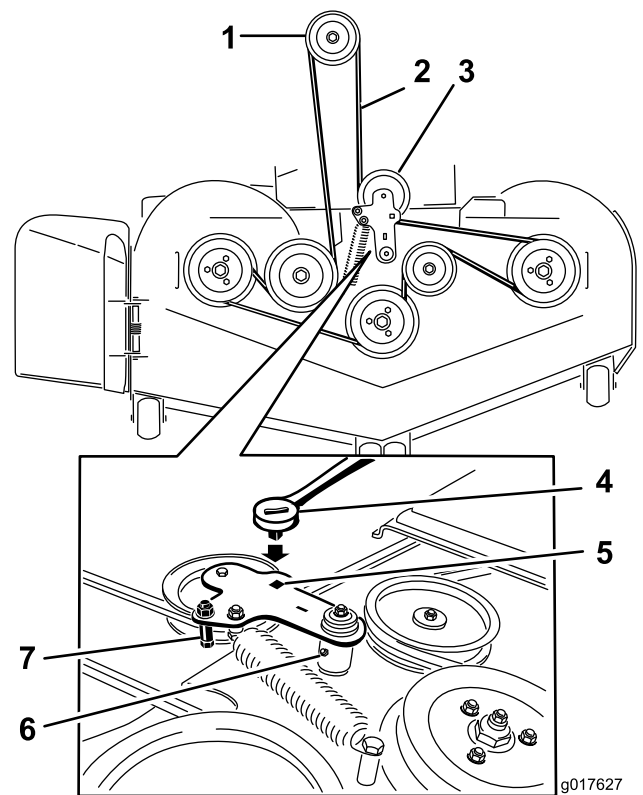

Figura 57
10. Instale la guía de la correa en el brazo tensor (Figura 57).
11. Utilizando la llave de carraca en el taladro cuadrado, instale el muelle tensor (Figura 57).
5. Utilice una llave de carraca en el taladro cuadrado del brazo tensor para aliviar la tensión del muelle tensor (Figura 57).
7. Instale la guía de la correa en el brazo tensor tensado con muelle (Figura 57).
9. Pase la correa nueva alrededor de las poleas del cortacésped y de la polea del embrague, debajo del motor (Figura 57).